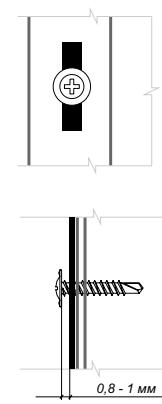

Рис. 24
■ Прижмите панель к обрешетке и закрепите саморезами в гвоздевую полку. Прикручивайте панель от центра к краям. Не крепите сайдинг слишком плотно. Оставьте расстояние примерно 0,8 – 1 мм между нижним краем шляпки самореза и панелью так, чтобы она имела свободный ход по вертикали. Саморез вкручивается в центр перфорированного отверстия. Если отверстие не попадает на обрешетку, сделайте отверстие просекателем (рис. 24).